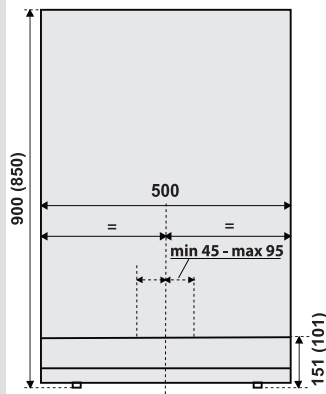

рис. 2
- Тримавши скляні дверцята за нижній край, акуратно підніміть дверцята щоб зняти їх із кріплення. (Рис. 2)
Будь ласка, зверніться до рис. 2, що ілюструє розміри вбудованого приладу зі встановленим кутовим кронштейном і повністю втягнутими регульованими ніжками.
- Олівцем позначте середину приладу на стіні через отвір в нижній частині приладу. Потім зробіть ще одну позначку на відстані від 45 до 95 міліметрів правіше від середини (рис. 2).